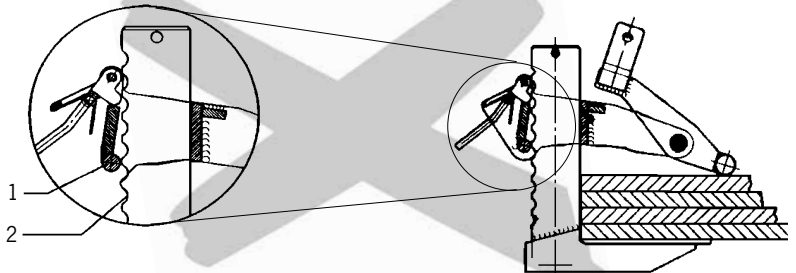

Fig. 5
- Es necesario reparar en el caso que exista un desgaste de más de 1 mm en los componentes del pestillo (Fig. 5).